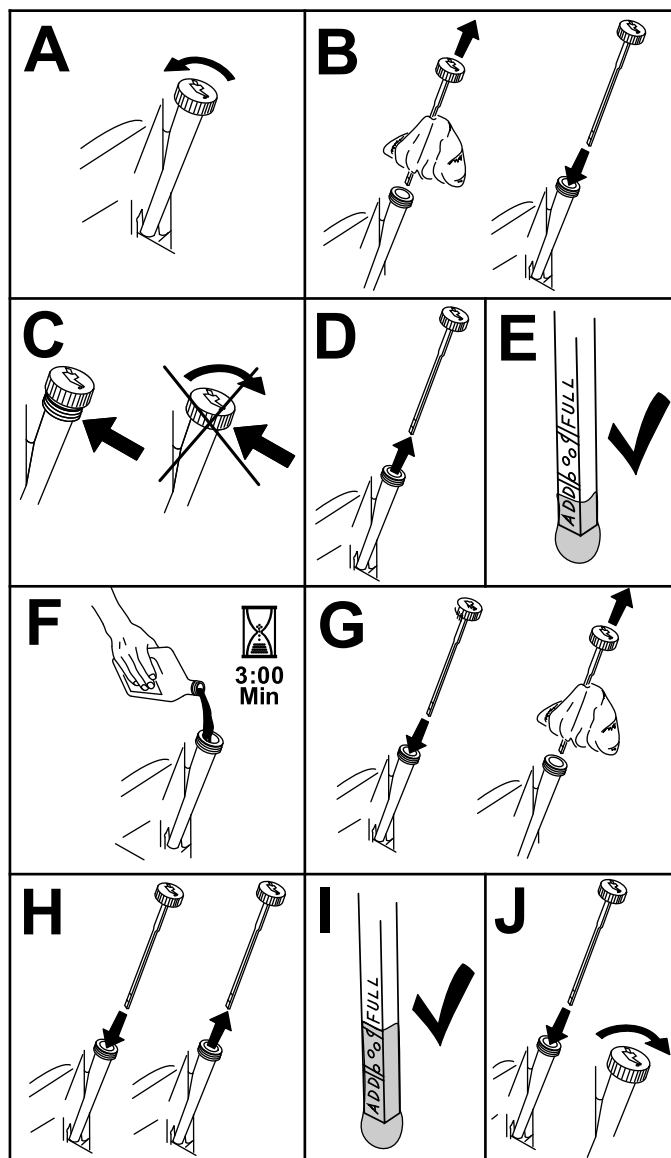

Figura 45
3. Para que no entre suciedad, recortes de hierba, etc., en el motor, limpie la zona alrededor del tapón de llenado/varilla de aceite antes de retirarlo (Figura 45).